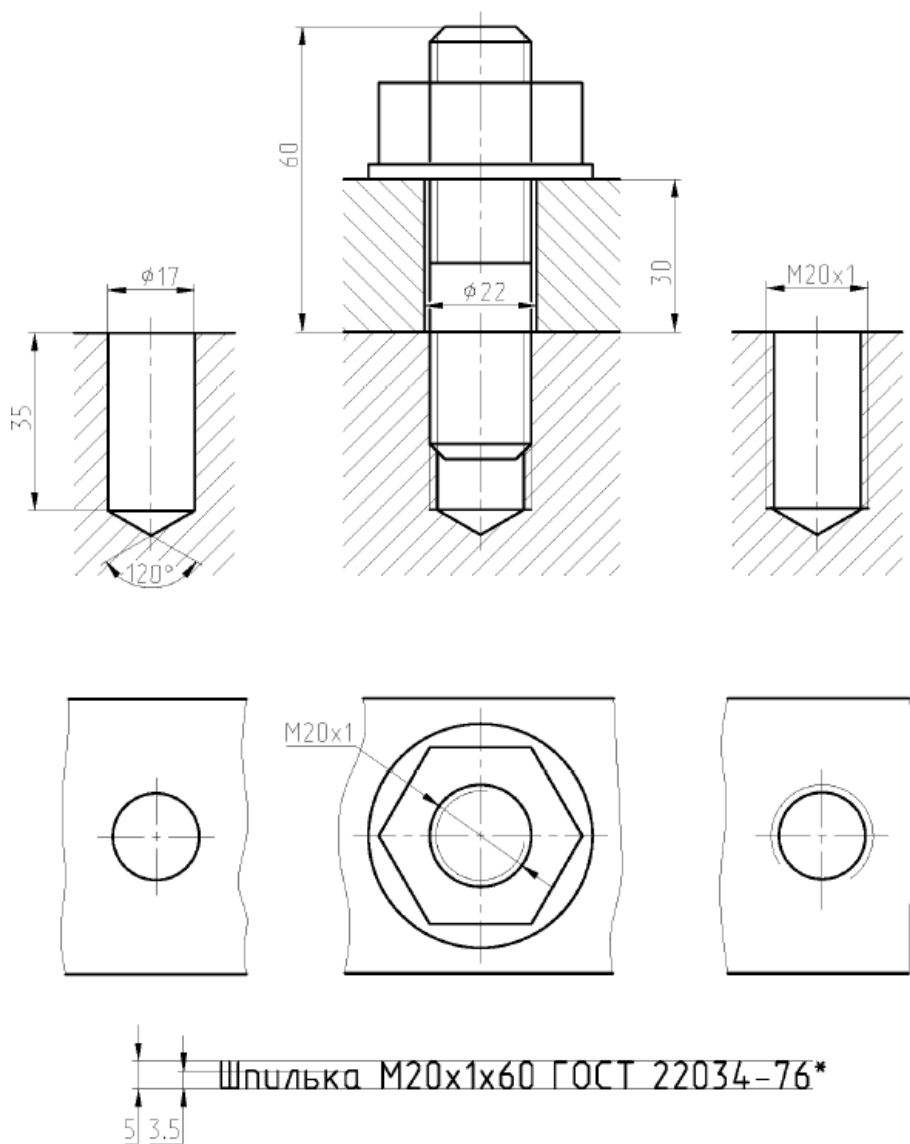

Рис.7. Образец выполнения задания шпилечного соединения
1. Шпилечное соединение требуется вычертить в двух изображениях: главный вид с фронтальным разрезом и вид сверху. Вычерчивают также глухое сверленное отверстие и глухое отверстие с резьбой(рис.7).
9. По образцу, приведенному на рис. 7 проставить необходимые